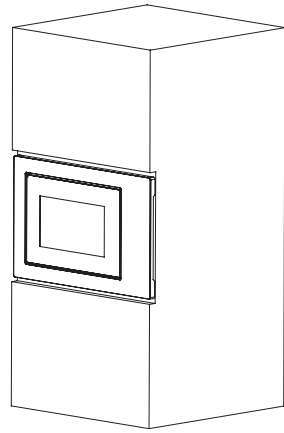

Fig.2
b) Empèn timer el microones fins al final. (Fig.2)